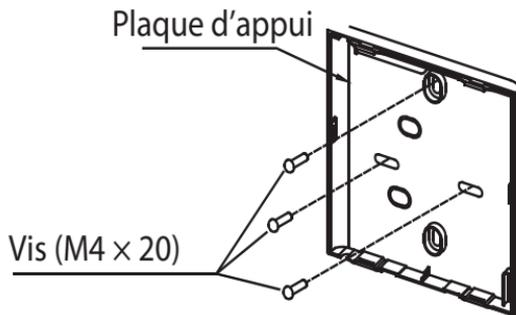

Figure 9 – Montage encastré
2. Pour le montage du boîtier de commande, fixez la plaque arrière sur le boîtier de commande au moyen de 2 vis (M4x25) et fixez-le au mur au moyen d'une vis (M4x20) (voir fig. 9).